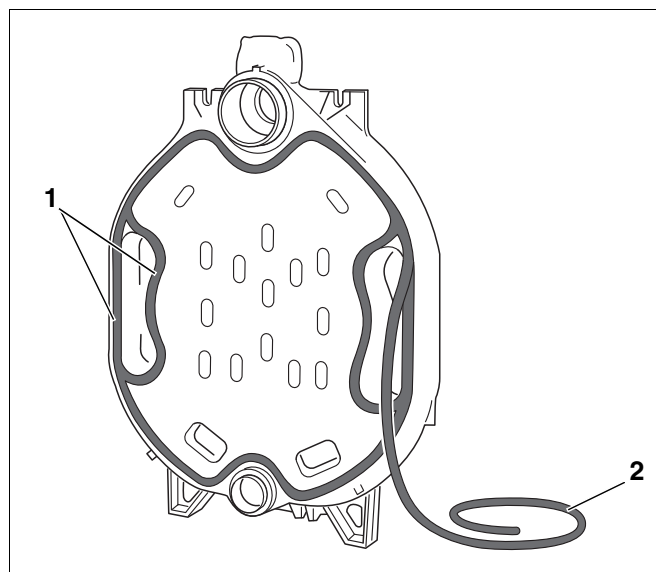

Рис. 11 Укладка уплотнительного шнура (КМ-шнур)
- Вставить эластичный шнур (КМ-шнур: рис. 11, **поз. 2**) в уплотнительные пазы (рис. 11, **поз. 1**) с передней стороны задней секции, начиная с верхнего участка, и слегка прижать. Концы уплотнительного шнура на стыках уложить внахлест на 2 см и хорошо прижать друг к другу.